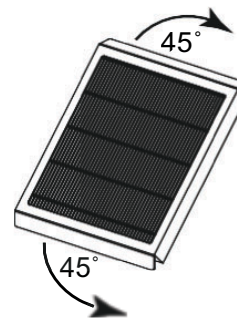

Fig. 29 – Pliez les volets à 45 °
14. Plier les deux rabats du filtre MERV13 pour former un angle de 45 degrés, tel qu'illustré ci-dessous (Fig. 29).